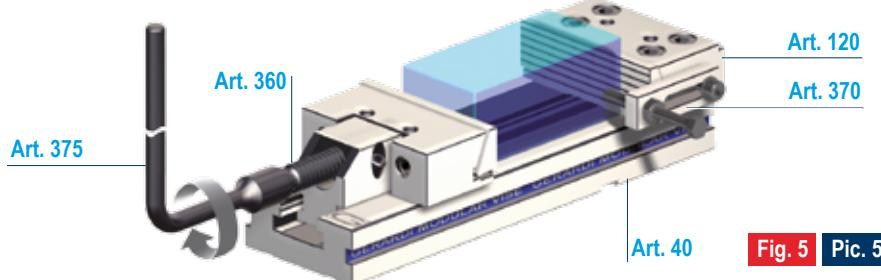

Fig. 5 | Pic. 5
Per un corretto posizionamento del pezzo ci si può avvalere dei riferimenti laterali **Art. 370**. (Fig. 5)
**6-** Serrare il pezzo agendo in senso orario sulla vite di spinta **Art. 360** (Fig. 5) mediante la chiave in dotazione **Art. 375** senza utilizzare tubi o martelli. Attenzione: nel serraggio basta 1/4 di giro della chiave dal momento in cui la ganascia tocca il particolare (valori indicativi in tabella). (Fig. 6)